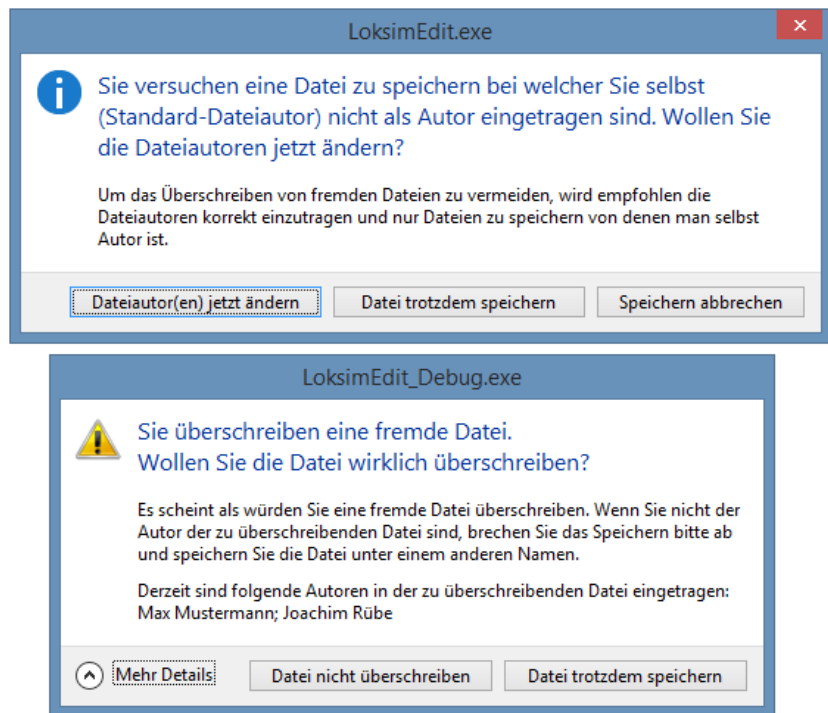

Abbildung 9.2: Fehlermeldungen beim Speichern von Dateien bei denen man nicht selbst Dateiautor ist (oben) bzw. beim Überschreiben von fremden Dateien (unten)
- Es wird gewarnt wenn versucht wird eine Datei zu speichern, bei welcher man nicht selbst als Dateiautor eingetragen ist (Abbildung 9.2 auf der nächsten Seite)
- Falls beim Speichern einer Datei eine bestehende Datei überschrieben wird, wird überprüft ob bei der bestehenden Datei der Standard Ersteller als Dateiautor eingetragen ist. Ist er dies nicht, wird wiederum eine Warnung angezeigt (Abbildung 9.2 auf der nächsten Seite)